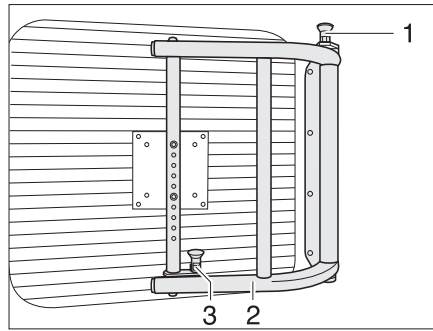

Fig. 59 Bras pivotant pour écran plat
- Tirer les boutons de déverrouillage (Fig. 59,1 et 3) vers le haut pour déverrouiller le bras pivotant.
- Faire pivoter l'écran plat et son support (Fig. 59,2) dans la position souhaitée.